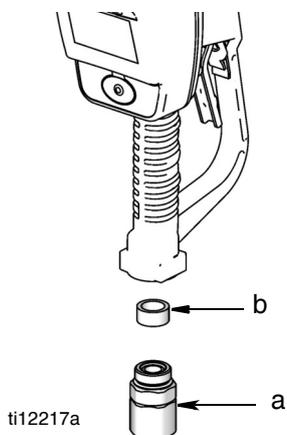

Рис. 2
2. Отсоедините вертлюг (а), распорку (b) и уплотнительное кольцо (c) от расходомера (Рис. 2). Повторно установите распорку (b).